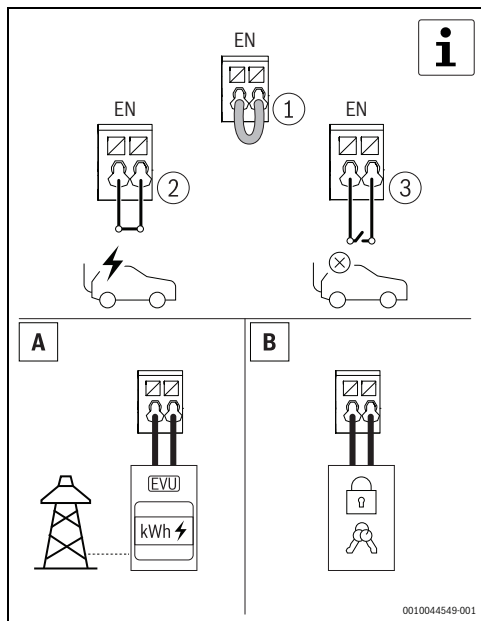

Fig. 431 Intrare digitală opțională
- ▶ Deblocați Power Charge 7000i prin intermediul cardului RFID, al aplicației sau al aparatului de blocare extern. Acest pas este opțional (→ Fig. 431 și 6.1.5, pagina 413).